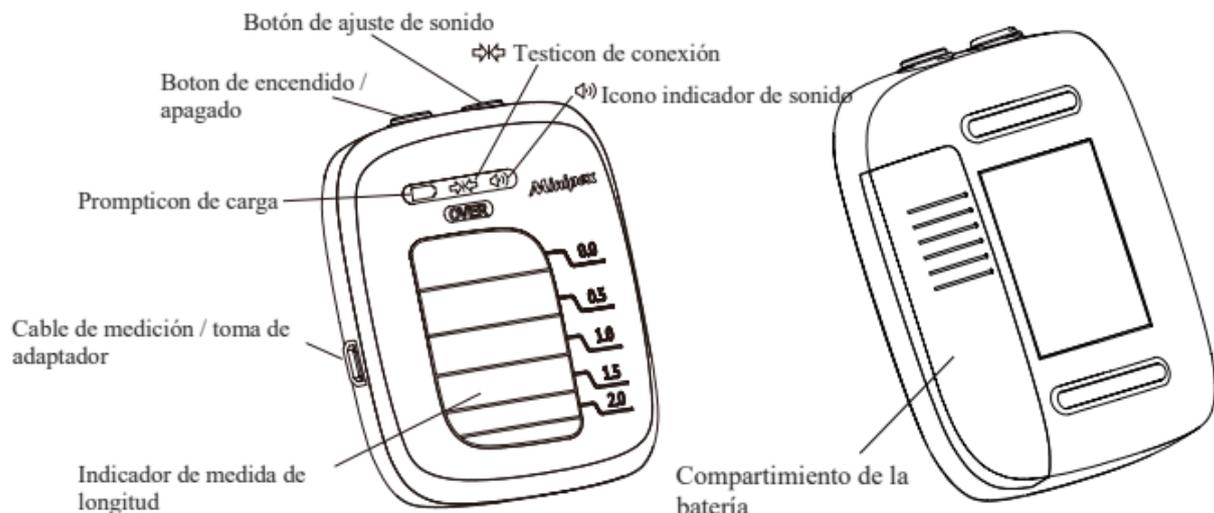

Imagen 1
1.4.1 Imagen de la unidad principal. (Imagen 1)